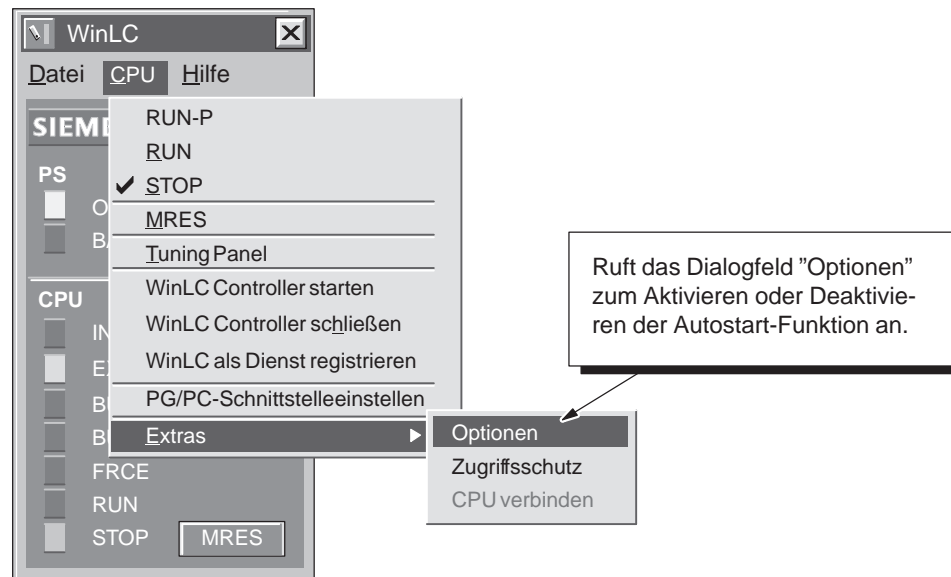

Bild 4-15 Aufrufen des Dialogfelds "Optionen"
1. Wählen Sie wie in Bild 4-15 gezeigt den Menübefehl **CPU > Extras > Optionen**, um das Dialogfeld "Optionen" aufzublenden.